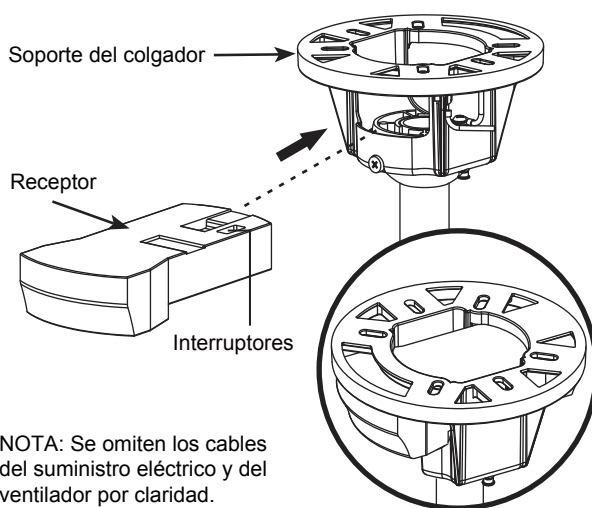

Figura 3
- 2. Deslice el receptor en el soporte de suspensión antes de realizar el cableado como se muestra en la figura 3.